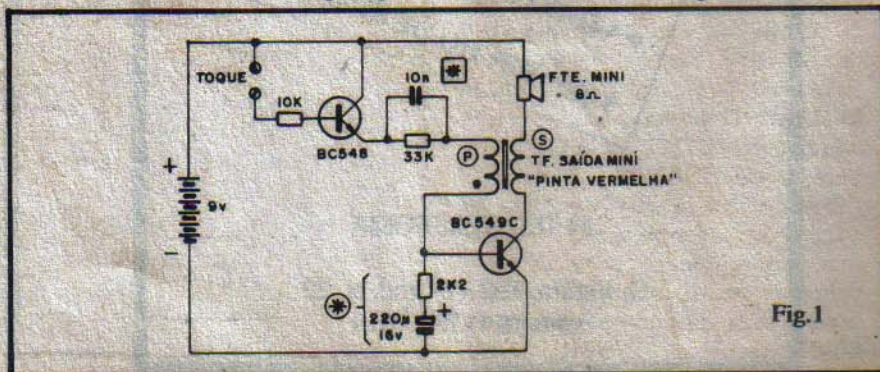

Fig.1
- FIG. 1 - Esquema do PINTO. O transistor BC549C (alto ganho) juntamente com a realimentação proporcionada pelo pequeno transformador de saída (tipo "pin-
corrente, portanto o circuito prescinde de um interruptor de alimentação). Colocado na palma da mão, contudo, o PINTO "pia", numa imitação muito convincente! Devido à especial configuração do circuito, o nosso PINTO guarda uma importante diferença em relação ao "pinto das lojas": a intensidade do "piado" é proporcional à "intensidade" de toque! Quanto maior for a pressão da pele do operador contra os contatos de toque, mais alto o PINTO "piará" ou, em outras palavras: se Você segurar o PINTO "de levinho", ele "piará" fraco; se Você agarrar o PINTO com força, ele "piará" também forte! Para os hobbystas que gostam de mexer e experimentar, o PINTO permite algumas manipulações (êpa!): modificando-se o capacitor original de 10n (marcado com asterisco num quadradinho, na fig. 1) altera-se o timbre básico do piado e alterando-se experimentalmente o(s) valor(es) do resistor de 2K2 e/ou capacitor de 220u, a velocidade ou ritmo do "piado" também pode ser modificada, dentro de certa faixa. Ainda conforme já mencionado, quem quiser poderá alimentar o PINTO com 3 ou 6 volts (2 ou 4 pilhas pequenas, no respectivo suporte), apenas tendo de se contentar com um "piado"